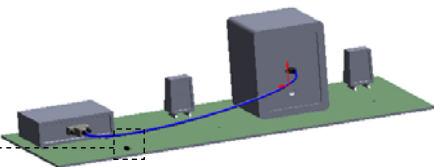

图 11.11.6 添加线夹 1
Step6. 添加线夹 1。打开设计库中的 routing\electrical 文件夹, 选择 richco_hurc-4-01-clip 线夹为拖放对象; 将线夹拖放到底板上图 11.11.6 所示的圆孔处; 单击图 11.11.7 所示“插入零部件”对话框中的  按钮。结果如图 11.11.6 所示。